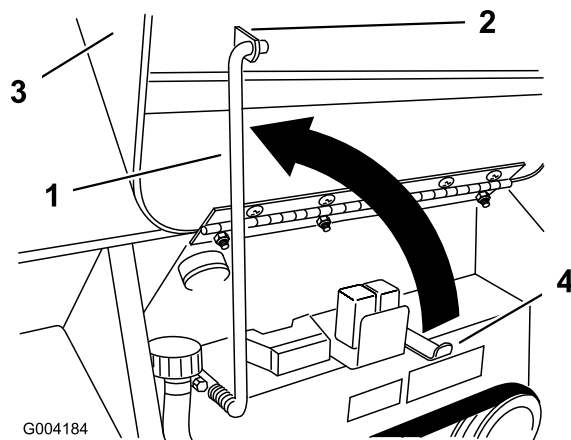

Figura 18
3. Suba la varilla de soporte y engánchela en el soporte del capó (Figura 18).